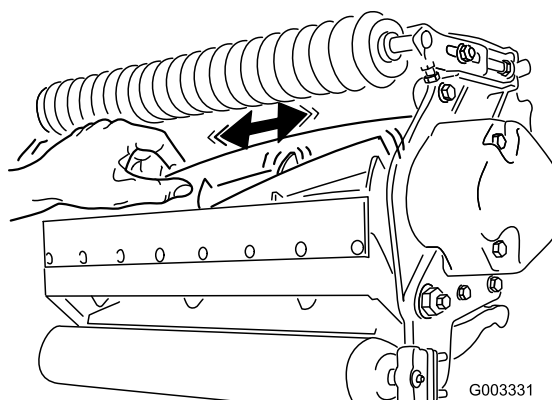

Figura 23
2. Utilizando um pano ou luva almofadada, segure a lâmina do cilindro e tente mover o conjunto do cilindro de um lado para outro (Figura 23).